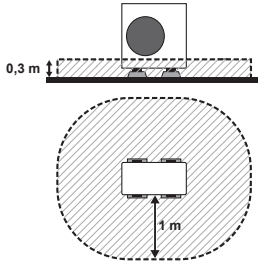

Abb. 3-2
(1) Bei Aufstellung an einem Ort, an dem der Bereich um die Anlage offen ist (Abb. 3-2)